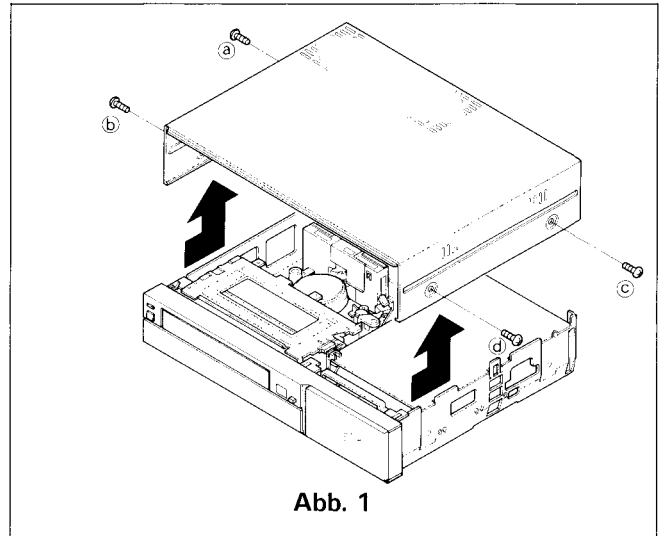

Abb. 1
- A. Entfernen Sie die 4 Schrauben (a), (b), (c) und (d) (Siehe Abb. 1), 2 auf jeder Seite, mit denen die Abdeckung befestigt ist.